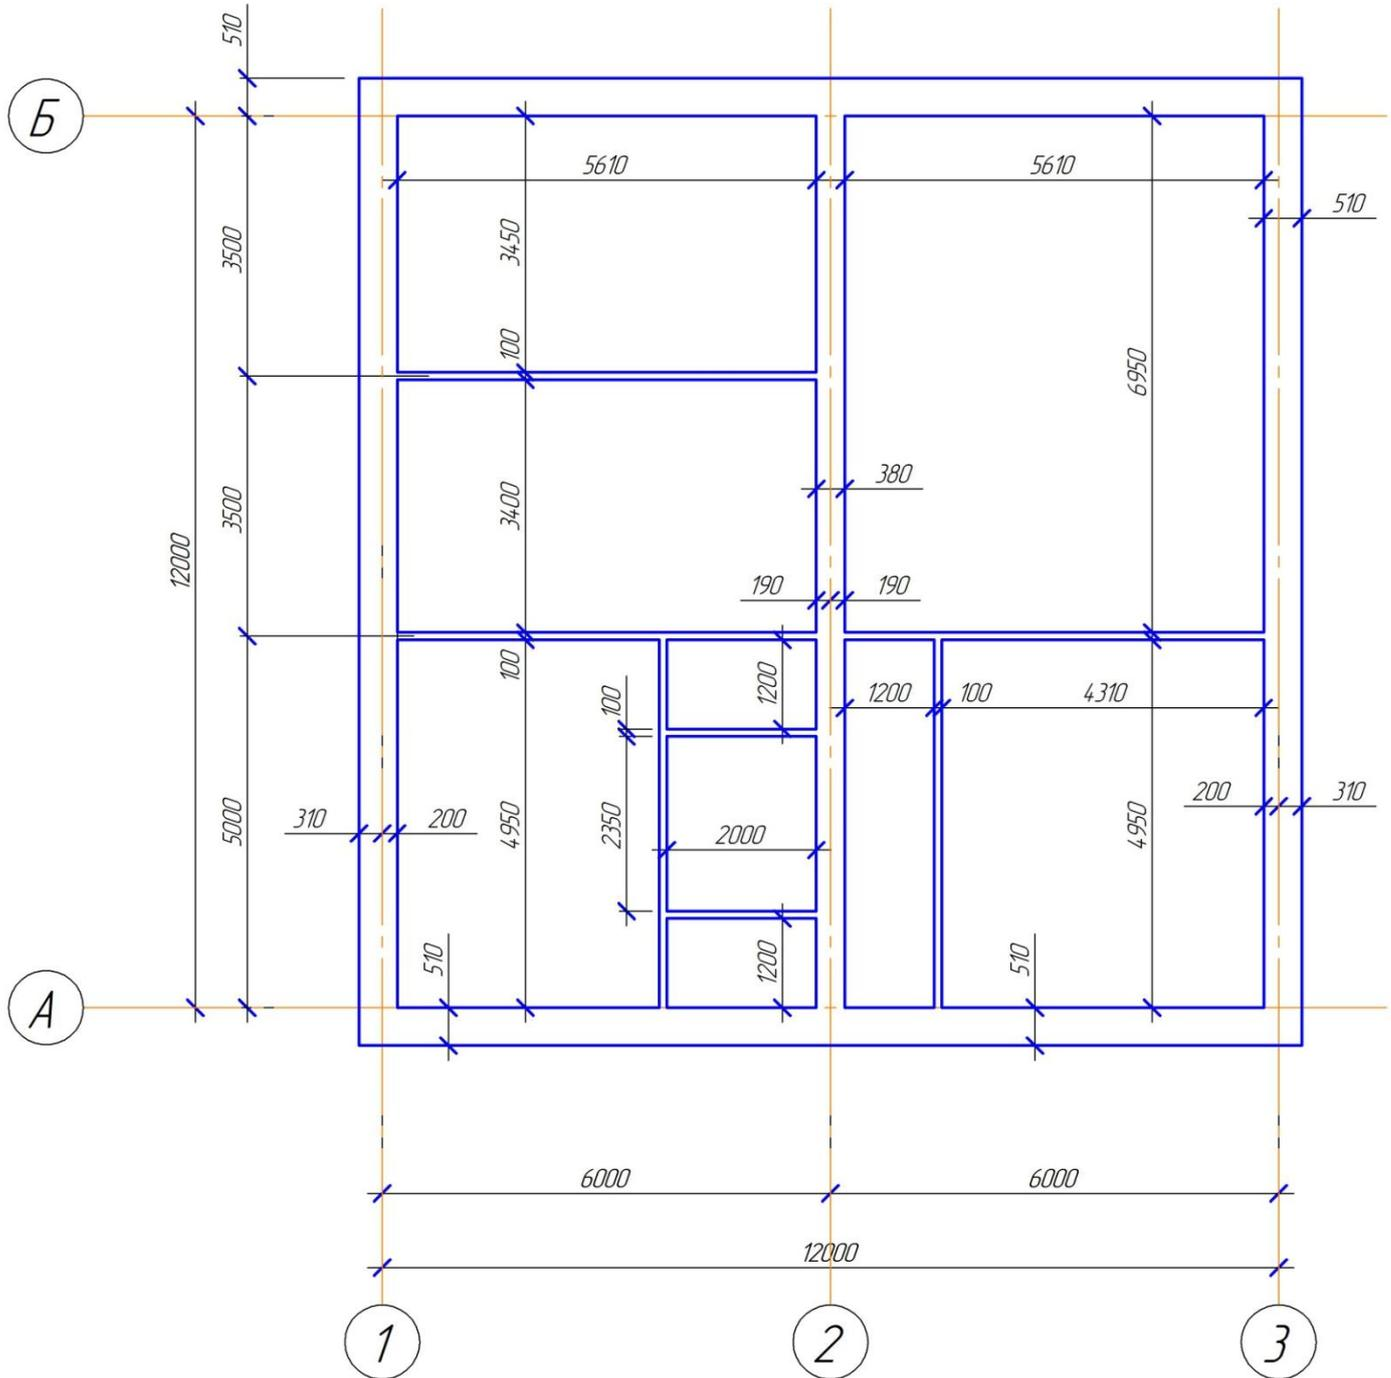

Рисунок 37
3. Вычерчивают все перегородки согласно заданию (рис. 37).